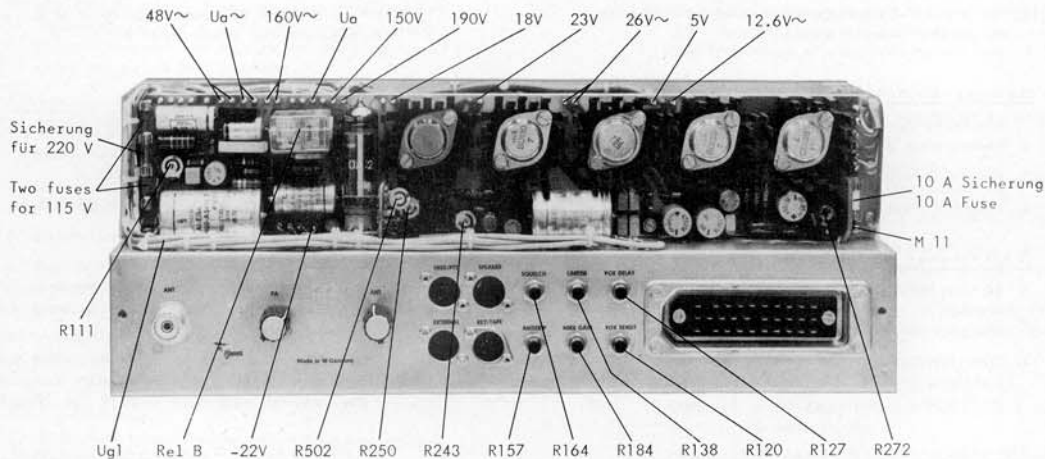

Bild 10 / Figure 10
1. Relais B (Bild 10) aus der Fassung ziehen.
1. Remove relay B (Fig. 10) from its socket.
2. Betriebszustand: FM Senden. Angezeigte HF-Leistung mit R 111 (Bild 10) am Wattmeter einstellen.
2. Operational mode: FM transmit. Set the RF output reading so that it is also indicated on the internal wattmeter with R 111 (Fig. 10).
5. Mit R 502 (Bild 10) 1750 Hz einstellen.